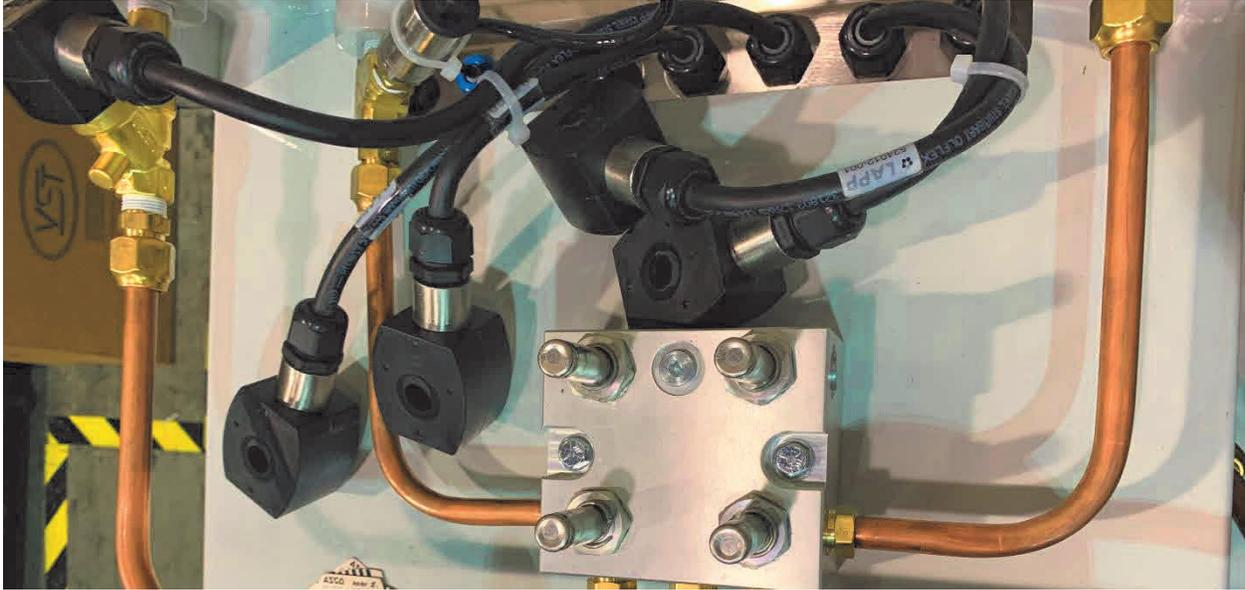

Figura 9-21: Colector con los solenoides retirados, mostrando las bases de solenoides
3. Deslice el solenoide fuera de su base. **Vea la Figura 9-21.**